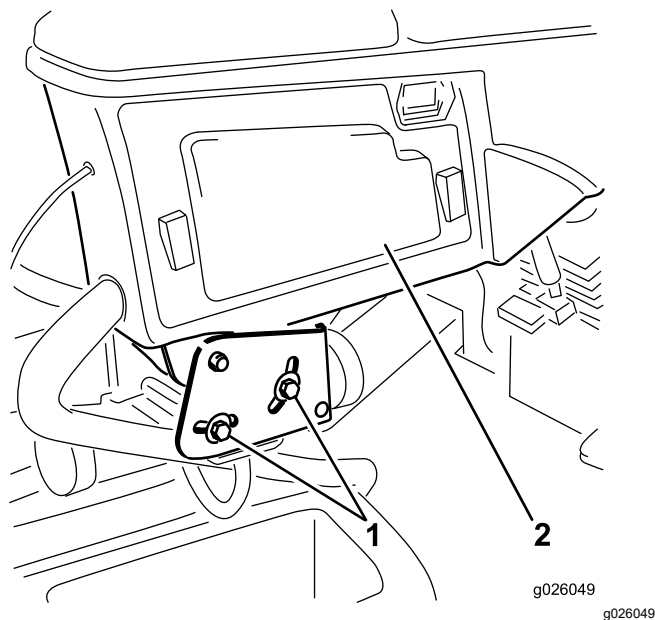

Figura 1
4. Retire os dois parafusos de ajuste que prendem o braço de controlo à montagem do banco (Figura 1). Coloque, cuidadosamente, o braço de controlo de lado.
5. Volte a instalar o braço de controle com os dois parafusos de ajuste do braço de controle previamente removidos (Figura 1). Ajuste conforme pretendido.
6. Instale o painel de acesso no braço de controlo (Figura 1).